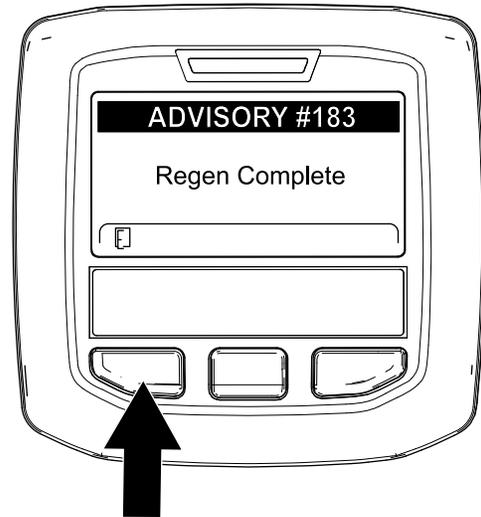

Bild 60
9. Wenn der Motorcomputer eine geparkte Regenerierung oder eine Wiederherstellung-Regenerierung abschließt, wird im InfoCenter ADVISORY #183 (Bild 60) angezeigt. Drücken Sie die linke Taste, um den Begrüßungsbildschirm anzuzeigen.